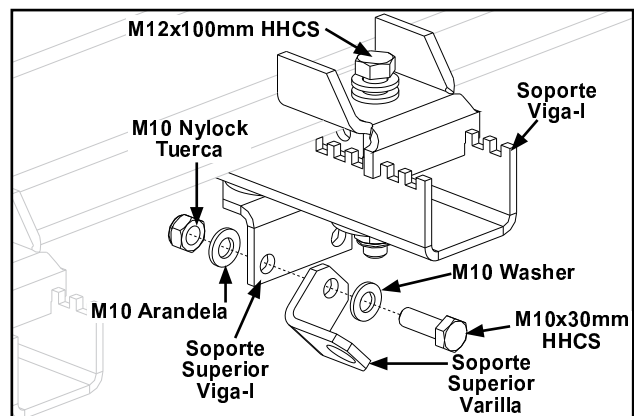

Figura 3-49
- Paso 4. Alinee el soporte superior de la varilla con el soporte de montaje de la Viga-I. Vea Figura 3-49.
- Paso 5. Inserte M10x30mm HHCS a través de (2) Arandelas M10, soporte superior de varilla, soporte de montaje de viga-I y tuerca M10x1.5. **Apriete hasta asentar + ¼ de vuelta.** No apriete de mas, puede doblar el soporte. Vea Figura 3-49.
- Paso 6. Sujete el soporte de la Viga-I con el ensamble del soporte de montaje del Refuerzo en la Viga-I adyacente que se sujetará. Vea Figura 3-49.